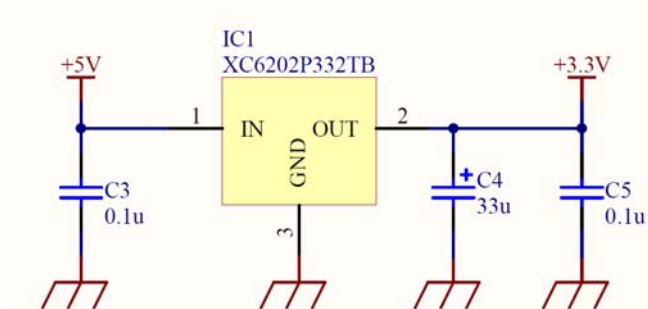

図 2.7 ZigBee 用電源回路
ZIG-100B は+3.3V±10%電源で動作します。CPU ボードⅢの+5V 電源から、レギュレータ XC6202P332TB にて供給します。(図 2.7)
- ZigBee 用の電源を図 2.7 に示します. 5V と GND 間に $0.1\mu\text{F}$ の積層セラミックコンデンサ (C3) を, 3.3V と GND 間に $33\mu\text{F}$ の電界コンデンサ (C4) と $0.1\mu\text{F}$ の積層セラミックコンデンサ (C5) を入れてください.